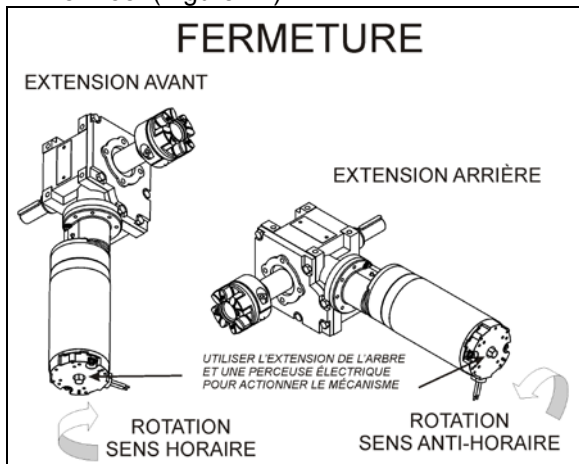

FIGURE 41: ROTATION DU MOTEUR DE LA RALLONGE COULISSANTE 26038
- Tourner l'arbre d'extension du moteur au moyen de la perceuse jusqu'à ce que la rallonge coulissante atteigne sa position fermée. (Figure 41)